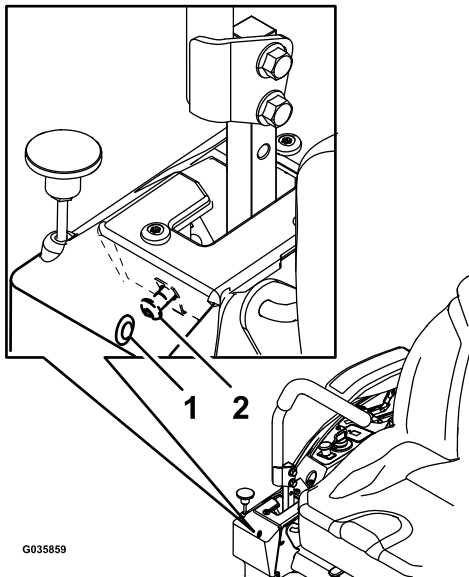

Figure 70
6. Si la machine se déporte à droite, insérez une clé hexagonale de 3/16 po dans le trou d'accès du panneau de couvercle avant droit et tournez la vis de réglage de l'alignement dans le sens horaire ou antihoraire pour ajuster la course du levier (Figure 70).
7. Si la machine se déporte à gauche, insérez une clé hexagonale de 3/16 po dans le trou d'accès du panneau de couvercle avant droit et tournez la vis de réglage de l'alignement dans le sens horaire ou antihoraire pour ajuster la course du levier (Figure 70).